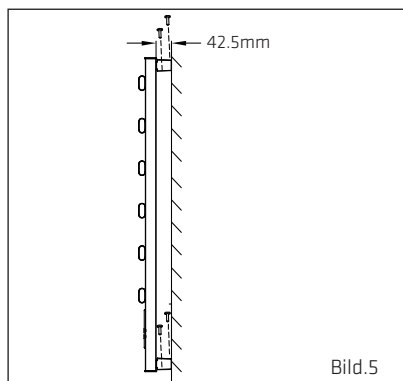

Bild.5
5. Skruva sedan fast fästena med skruvarna. (Bild 5)